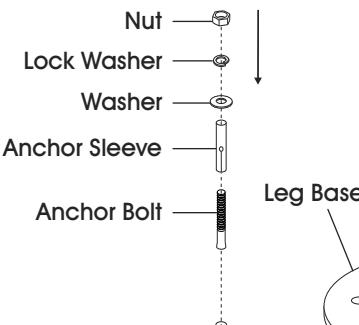

Figure 3
4. Align holes in leg base with anchors in concrete. Place washer and nut onto threaded portion of anchor bolt. Tighten using Drill and 14mm nut driver bit. Repeat for remaining holes. (See Figure 3)
4. Alignez les trous de la base de pied sur les ancrages dans le béton. Placez une rondelle et un écrou sur la partie filetée du boulon d'ancrage. Serrez avec la perceuse et l'embout de tourne-écrous de 14 mm. Répétez l'opération pour les autres trous. (Voir Figure 3)